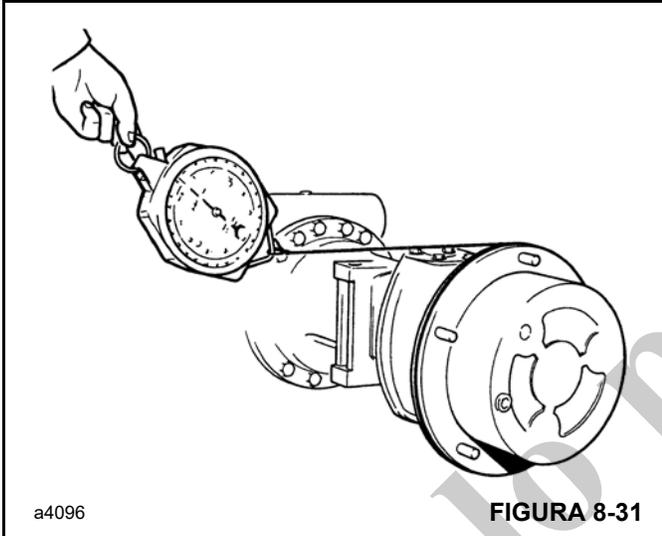

FIGURA 8-31
- a. Use una balanza de resorte y un cordón enrollado alrededor de la brida del portaplanetarios Figura 8-31 Tire de la balanza de resorte de manera que el cubo gire; haga esto varias veces para asentar el sello y registre la indicación.